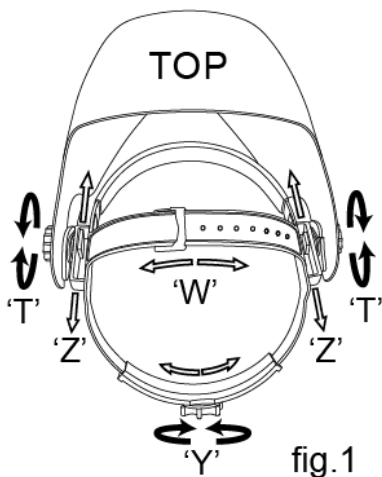

fig.1
Celkový obvod hlavového kříže může být zmenšen nebo zvětšen otáčením kolečka na zadní straně oblouku. (Viz.nastavení "Y" na fig.1). To může být provedeno i při používání kukly a umožňuje nastavit napětí tak, aby kukla seděla pevně na hlavě, aniž by byla příliš těsná.
- Je-li horní oblouk příliš vysoko nebo příliš nízko nad temenem hlavy, upravte nastavení popruhu, který prochází přes horní části hlavy. (Viz.nastavení "W" na fig.1).
Krok 1: Povolte matice (viz."T" na fig.1.) Nastavte vzdálenost mezi kuklou a vaším obličejem ve spodní poloze.
Krok 2: Povolte matice na obou stranách kukly a posuňte je blíže nebo dále od obličeje. (Viz.nastavení "Z" na fig.1). Je důležité, aby vaše oči byly vždy ve stejné vzdálenosti od filtru. Jinak ztmavení může vypadat jako nestejněmorné. Krok 3: po nastavení znovu utáhněte nastavovací matice.